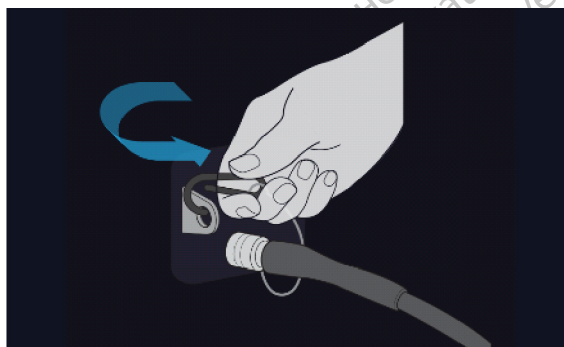

Figura 9. Collegare il cavo di sicurezza alla console
3. Fissare il cavo di sicurezza all'estremità della linea di alimentazione gas alla clip di sicurezza sulla console. (vedere la Figura 9).